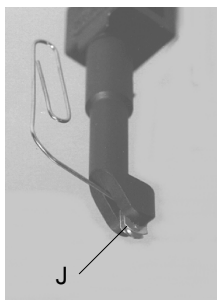

Abbildung 4
Das Schneiderrad kann für lange Zeit benutzt werden, wenn es korrekt behandelt wird und keinen Schaden nimmt. Wenn notwendig, kann es leicht ersetzt werden. Mit einer Papierklammer (J) hebeln Sie das Rad und seine Metallklammer aus dem Schlitz im Schneidekopf, siehe Abbildung 4. Schieben Sie eine Ersatzradeinheit (Bestellnummer 03-131) soweit wie es geht in den Schlitz.